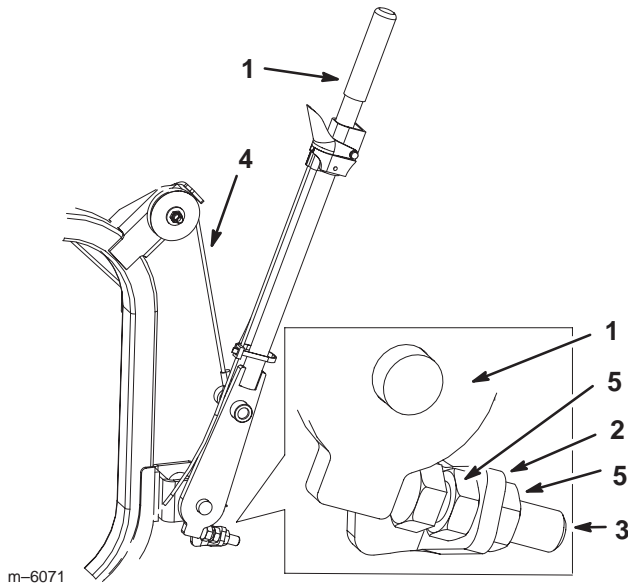

Bild 26
1. Lockern Sie die Muttern an beiden Seiten der Anschlagshalterung (Bild 26).
2. Stellen Sie die Anschlagsschraube ein, bis das Graskollektorkabel **kein** Spiel hat (Bild 26).
3. Ziehen Sie die Muttern an beiden Seiten der Anschlagshalterung an (Bild 26).